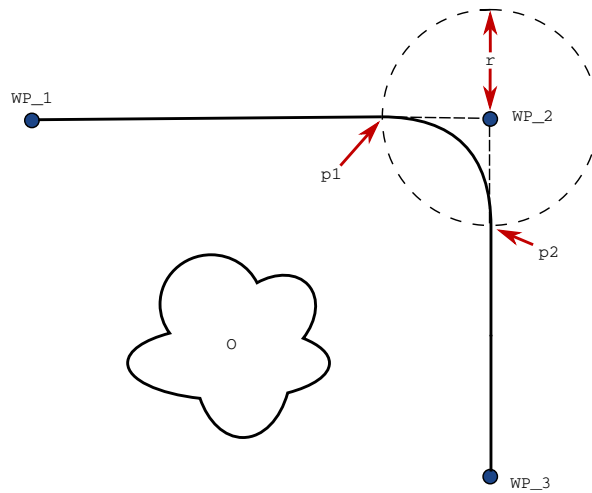

FIGURE 14.3 – Mélanger sur WP\_2 avec rayon  $r$ , position de mélange initiale à p1 et position de mélange finale à p2. O est un obstacle.
**Paramètres de mélange** À part depuis les points de cheminement, plusieurs paramètres influenceront la trajectoire du mélange (voir la figure 14.3) :